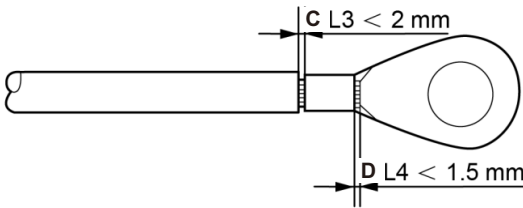

图5.9 线缆压接
- 4) 将剥去绝缘层的线芯穿入OT 端子的导体压接区内，并用液压钳压紧（如图5.9）。